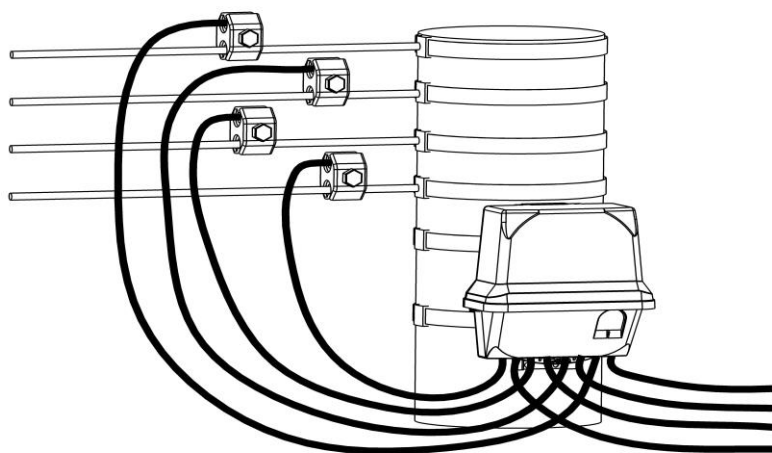

Рисунок 25 - Подключение счетчика в корпусе SPLIT с использованием прокалывающих зажимов
4.3.2.4 Если выбран способ монтажа счетчика в корпусе SPLIT с помощью прокалывающих зажимов (рисунок 25), то до монтажа счетчика необходимо приготовить отрезки СИП кабеля с закрепленными прокалывающими зажимами. С другого конца кабеля зачистить, обжать так, как описано ниже в данном пункте и закрепить в колодке счетчика. Проверить соответствие данных прокалывающих зажимов сечению и типу проводов.